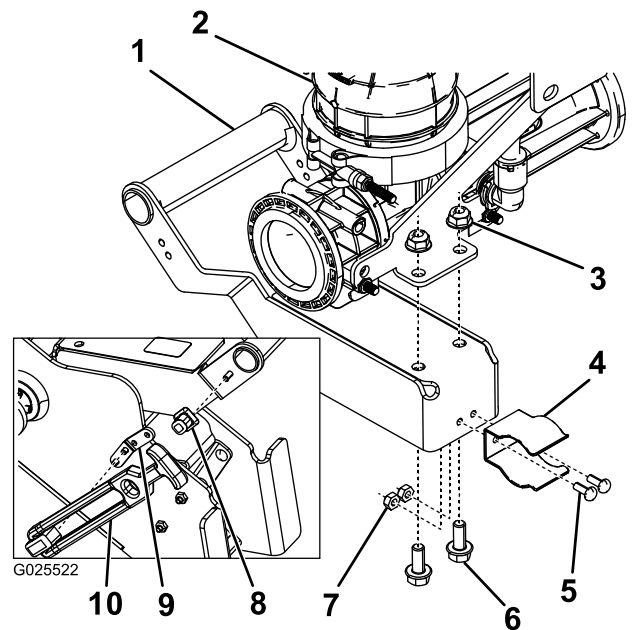

Figura 16
1. Ligue o perno do trinco ao manípulo do misturador utilizando um parafuso de cabeça sextavada (Figura 16).
2. Ligue o suporte da extensão à estrutura de suporte principal utilizando dois parafusos de cabeça sextavada (Figura 16).
3. Ligue a pega do trinco ao suporte da extensão (Figura 16).
4. Ligue o manípulo ao misturador utilizando dois parafusos de cabeça flangeada e porcas de cabeça flangeada (Figura 16).